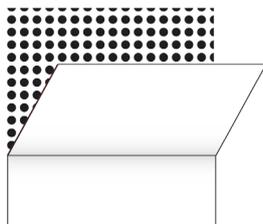

Figure 05
- ▶ Une fois le visuel correctement appliqué sur la partie supérieure, retirer la charnière (bande de Tiro) puis enlever progressivement le restant de liner tout en appliquant le film. (FIG. 05)